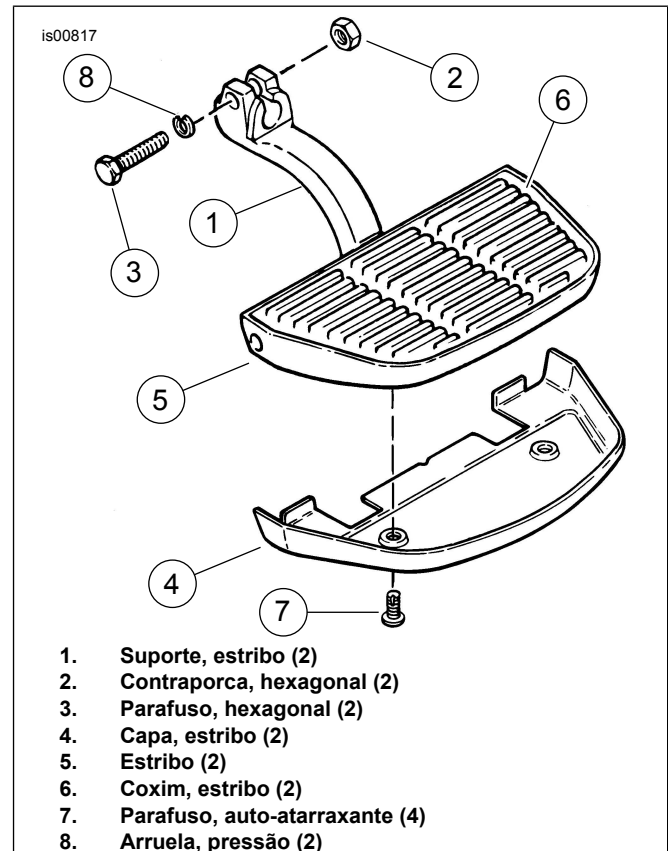
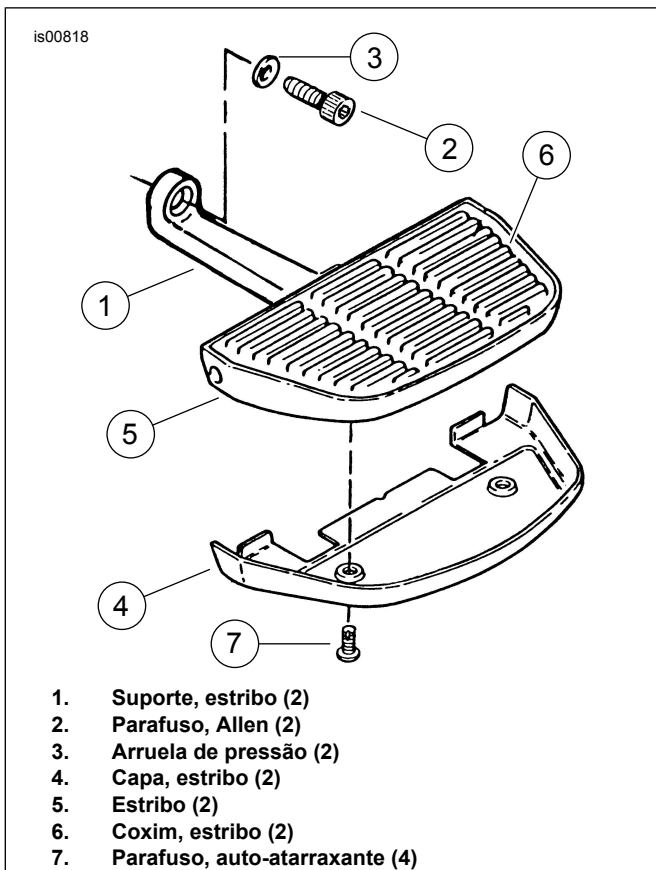

Figura 1. Conjunto do estribo do passageiro e capa – veículos ano 1992 e anteriores
Figura 2. Conjunto do estribo do passageiro e capa – veículos ano 1993 e posteriores
1. **Para todos os modelos de veículo ano 1992 e anteriores:** Veja a Figura 1. Remova o conjunto do estribo do passageiro, incluindo o suporte do estribo (1), do pino de montagem na motocicleta. Dependendo do tipo de suporte do estribo, isto exigirá a remoção da porca de auto-travamento (2) e o parafuso (3) ou a remoção do parafuso (3) e da arruela de pressão (8) do cubo fendido do suporte do estribo.
Para todos os modelos de veículo ano 1993 e posteriores: Veja a Figura 2. Remova o conjunto do estribo do passageiro, incluindo o suporte do estribo (1), do pino de montagem na motocicleta. Isto exigirá a remoção do parafuso Allen de 9,52 mm (3/8 pol.) (2) e a arruela de pressão (3) do suporte do estribo.
2. **Para todos os modelos de veículo:** Veja a Figura 1 ou a Figura 2. Posicione a capa (4) do kit na parte inferior do estribo (5). Marque o local dos dois furos de montagem da capa na parte inferior do estribo. Remova a capa do estribo. Use uma punção para fazer uma pequena incisão no centro exato de cada posição marcada no estribo; isto ajudará a evitar que a broca “deslize” durante o procedimento de perfuração a seguir.